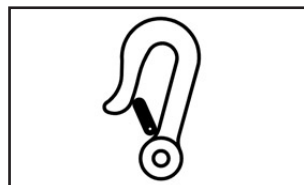

Figure 2
Retirez le dossier du cadre correspondant (voir figure 2)
- Les positions des quatre points de fixation sur le Canto Nxt sont indiquées à l'aide d'un autocollant affichant le symbole d'une attache (voir figure 2).